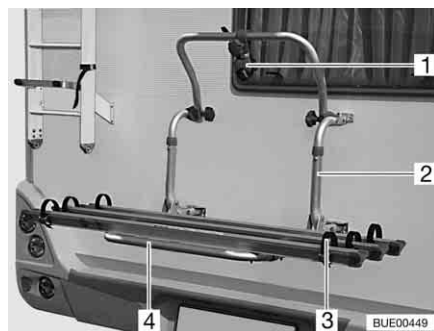

Fig. 3 Portabiciclette, non abbassabile
Con il portabiciclette (Fig. 3,2) è possibile trasportare comodamente 2 biciclette. È possibile un ampliamento a 3 biciclette.
- Ribaltare la staffa orientabile telescopica (Fig. 3,4) verso il basso.
- Sistemare le biciclette e legarle con la cinghia Quick (Fig. 3,3).
- Fissare il distanziatore (Fig. 3,1) sul telaio della bicicletta esterna.